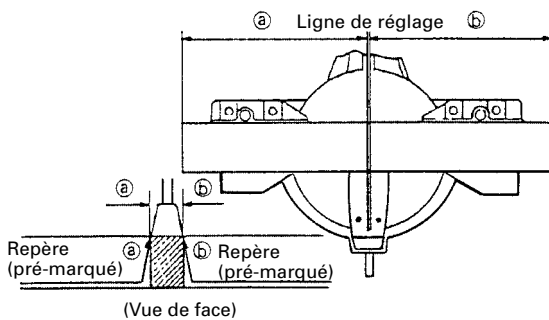

Fig. 26
- (1) Comme indiqué à la Fig. 26, la largeur de la lame est la largeur de coupe. En conséquence, glisser la pièce vers la droite (vue de la position de l'opérateur) pour obtenir la longueur (b), et sur la gauche pour obtenir la longueur (a).